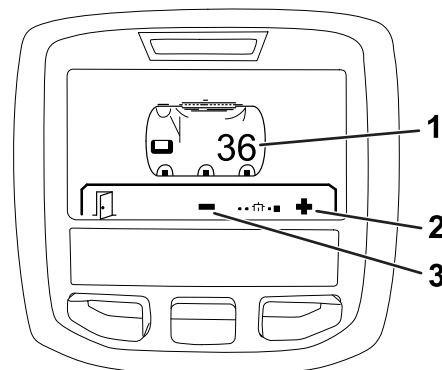

Figure 21
2. Appuyez sur le bouton de sélection droit, puis sur le bouton de sélection gauche pour ouvrir l'écran de la cuve (Figure 21).
3. Utilisez les boutons de sélection central et droit pour régler le volume de la cuve (Figure 21).